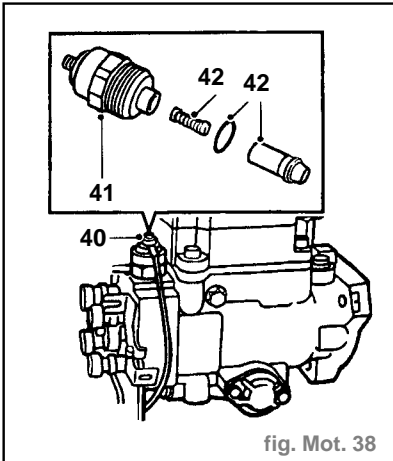

fig. Mot. 38
- Enlever l'écrou (40) et débrancher le fil du solénoïde de coupure de carburant (fig. Mot. 38).
- Poser l'adaptateur (45) de raccord banjo de retour de carburant de la pompe d'injection avec une rondelle d'étanchéité neuve, et serrer l'adaptateur à 2,5 daN.m.
- Poser l'adaptateur (44) de raccord banjo d'arrivée de carburant sur la pompe d'injection avec une rondelle d'étanchéité neuve, et serrer l'adaptateur à 2,5 daN.m.
- Poser le support d'adaptateur (43) sur la pompe d'injection et serrer les vis Allen à 1 daN.m.
- Nettoyer le plongeur (42) du solénoïde de coupure de carburant (fig. Mot. 38).
- Poser le solénoïde (41) sur la pompe d'injection et le serrer à 2 daN.m.
- Brancher le câble sur le solénoïde et serrer l'écrou de borne (40).
- Poser l'adaptateur (44) de raccord banjo de retour de carburant de la pompe d'injection avec une rondelle d'étanchéité neuve, et serrer l'adaptateur à 2,5 daN.m.
- Poser l'adaptateur (43) de raccord banjo d'arrivée de carburant sur la pompe d'injection et jeter la rondelle d'étanchéité neuve, et serrer l'adaptateur à 2,5 daN.m.
- Poser le support de butée (42) sur la pompe d'injection et serrer les vis Allen à 1 daN.m.